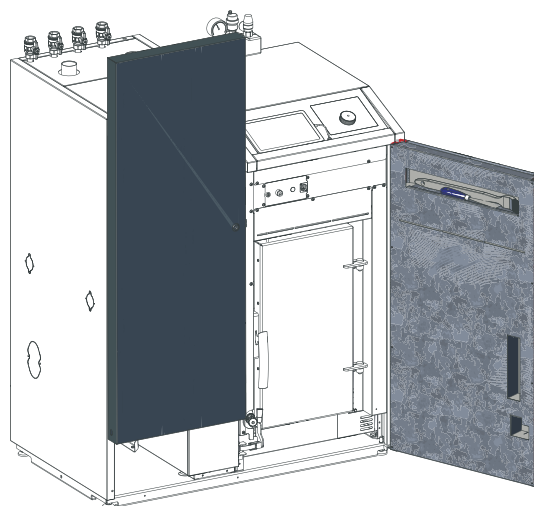

Fig. 31 Aprire la porta di contenimento destra
- Aprire la porta di contenimento destra – Fig. 31.